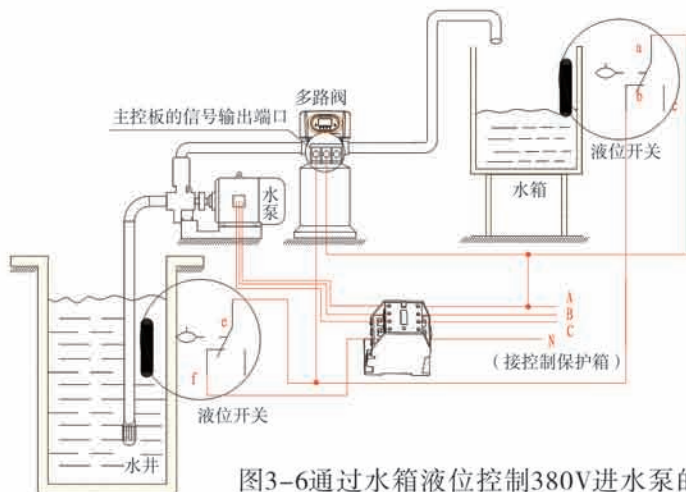

图3-6通过水箱液位控制380V进水泵的接线图
### (3) 通过水箱液位开关控制进水泵（三相电机，图3-6）（设为b-01）